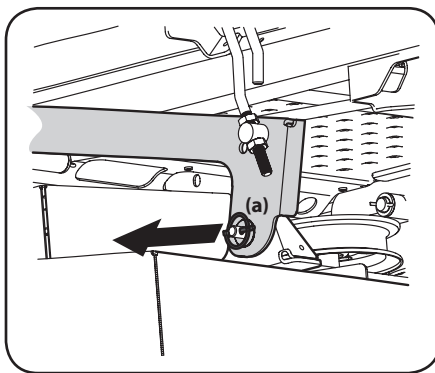

Figure 4-17
6. Repérez la goupille de déverrouillage (a) placée sur chaque côté du plateau de coupe. Retirez les goupilles pour dégager les deux bras de relevage. Voir Figure 4-17.
5. Retirez les goupilles de déverrouillage et placez le plateau de coupe de façon à aligner les trous sur les bras de relevage avec les goupilles. Voir Figure 4-17.